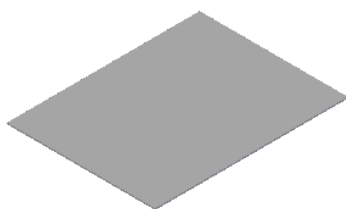
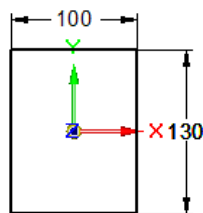

图 8.10.2 平板特征 1
图 8.10.3 截面草图
Step2. 创建图 8.10.2 所示的平板特征 1。
(1) 选择命令。单击“主页”功能选项卡“钣金”工具栏中的“平板”按钮 .
(2) 定义特征的截面草图。
① 选取草图平面。在系统 单击平的面或参考平面。的提示下，选取俯视图(XY)平面作为草图平面。
② 绘制图 8.10.3 所示的截面草图。